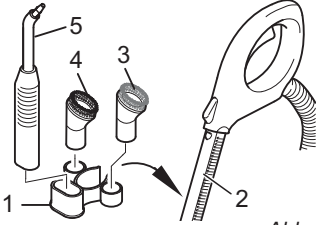

Abb. 5
5. Stecken Sie die Zubehörhalterung (Abb. 5/1) auf eines der Verlängerungsrohre (Abb. 5/2). Schieben Sie dann die beiden Rundbürsten (Abb. 5/3-4) und die Strahlbürste (Abb. 5/5) auf die Zubehörhalterung